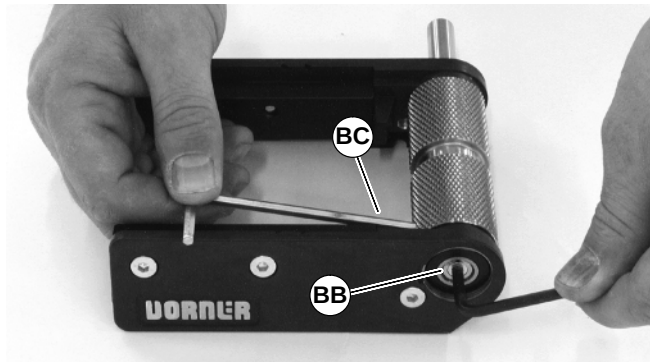

Abbildung 35
3. Auf der Seite gegenüber dem Achsenzapfen die konische Schraube an der Antriebswelle (BB siehe Abbildung 35) mit einem 4 mm Innensechskantschlüssel lockern. Die Antriebswelle mit dem zweiten Innensechskantschlüssel (BC), der in das Loch an der Antriebswelle eingeführt wird, festhalten.